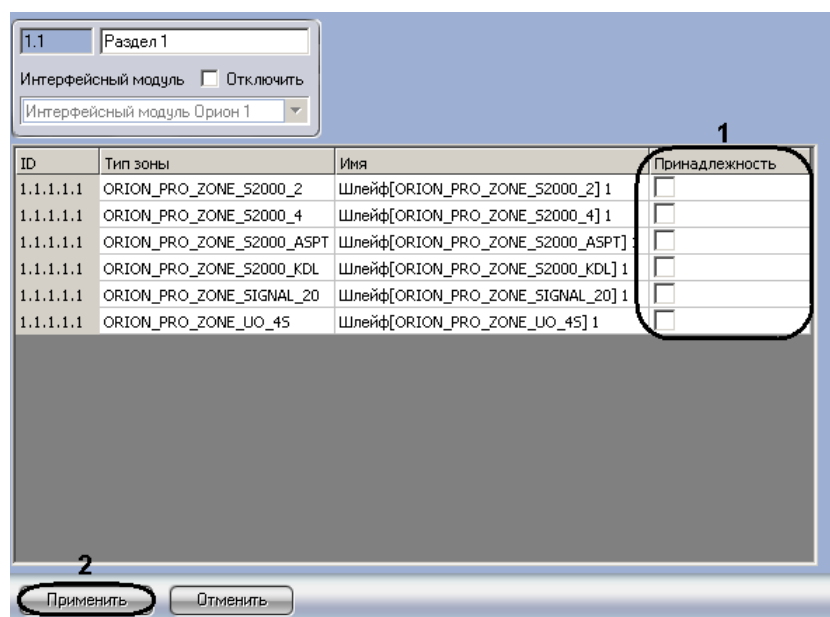

Рис. 3.3—13 Панель настроек объекта Раздел
2. В столбце таблицы **Принадлежность** установить флажки напротив тех шлейфов, которые необходимо включить в данную охранную зону (см. Рис. 3.3—13, 1).
3. Нажать кнопку **Применить** для сохранения изменений (см. Рис. 3.3—13, 2).